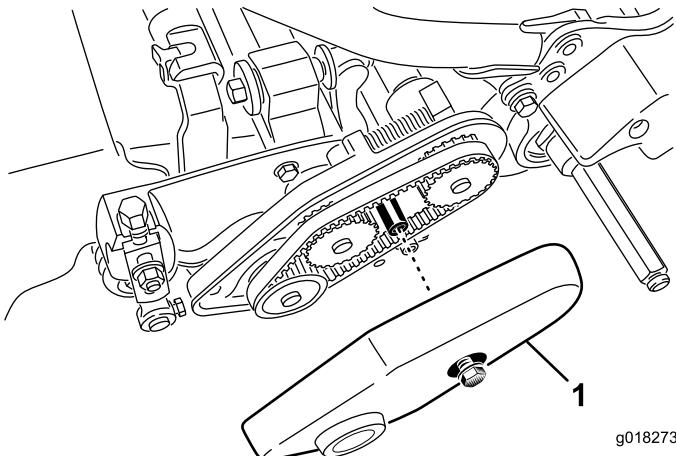

Figure 41
1. Desserrez le boulon à embase qui fixe le couvercle de la courroie et déposer le couvercle pour exposer la courroie (Figure 41).